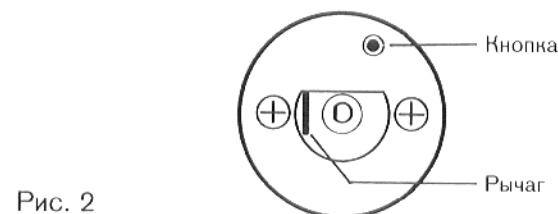

Рис. 2
- Вдавить рычаг или кнопку (в зависимости от типа регулятора) винтовертом, или подобным инструментом, до тех пор, пока не сработает предохранительное тепловое реле (рис. 2).